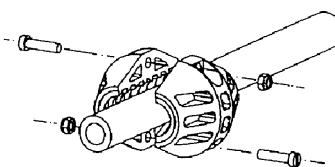

Fig. 7
- Montera slangstoppet på slangen fria ände (Fig. 7).
- Ta bort slangstoppet (Fig. 7).